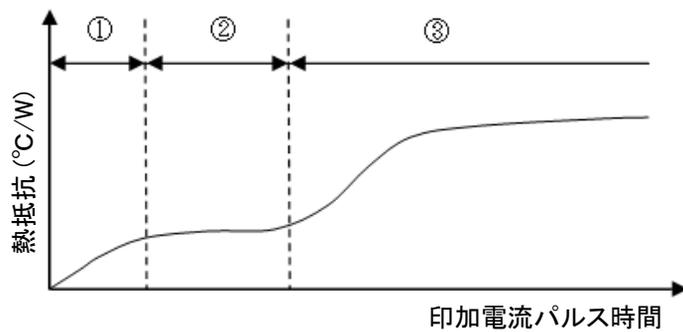

図11. 印可電流パルス時間と熱抵抗の特性
得られた V_{F3} と V_{F1} の差の電圧は、印加された加熱電流により接合部の温度上昇を表すことになり、式1により導き出された温度は接合部が測定時の雰囲気温度からどれだけ上昇したかを示すこととなります。印加するパルス電流の時間を変化させ、式2により熱抵抗を求めると一般的には図11の特性が得られます。
接合部で発生した温度は主に、素子基板、ダイボンド材料、リードフレーム、はんだ付け部、実装基板という経路で放熱されます。図11の②部はリードフレーム部での熱時定数を示しておりグラフのこの部分の数値や、パルス、直流の電流値などをパラメータとして評価され、熱抵抗値としての仕様が決定されます。